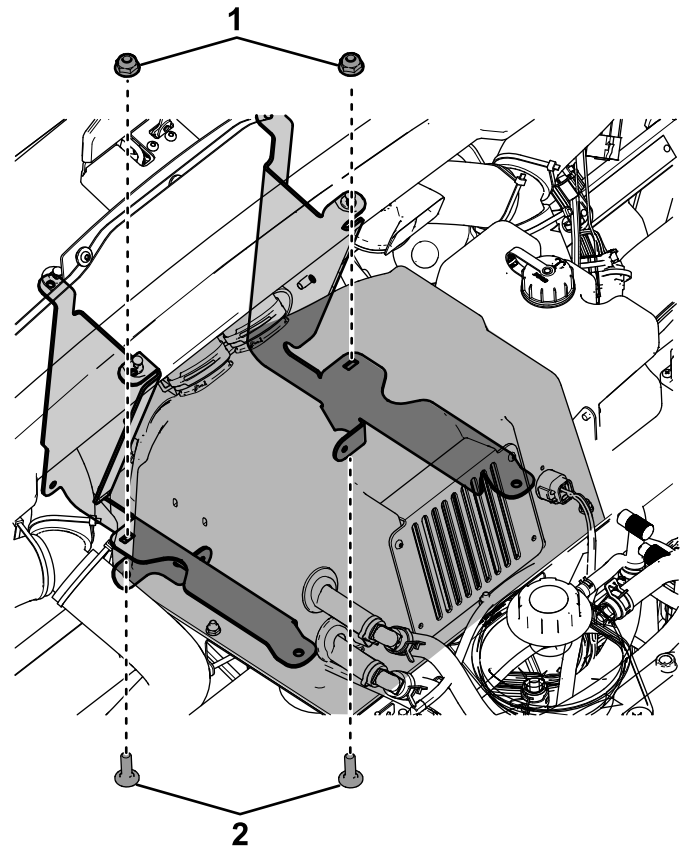

Bild 18
2. Befestigen Sie die Rückseite des Heizkastens mit 2 Schlossschrauben (1/4 x 3/4") und 2 Sicherungsmuttern (1/4") an den Armaturenbrethaltern der Maschine; siehe Bild 18.